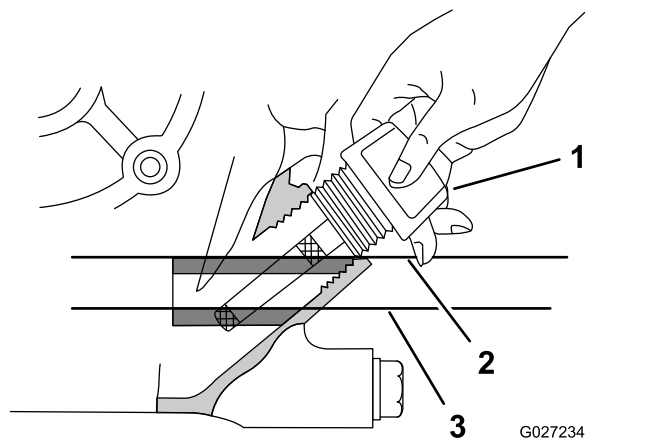

Bild 8
4. Entfernen Sie den Peilstab aus dem Motor und wischen Sie ihn mit einem sauberen Lappen ab (Bild 8).
5. Stecken Sie den Peilstab des Motors wieder ein, wie in Bild 8 dargestellt.
6. Entfernen Sie den Peilstab vom Einfüllstutzen und kontrollieren Sie auf den Ölstand auf dem Peilstab (Bild 8).
Hinweis: Der Motorölstand muss zwischen den mit der Schraffur gekennzeichneten Bereichen des Peilstabs liegen (Bild 8).
8. Schrauben Sie den Peilstab handfest im Einfüllstutzen ein (Bild 8).